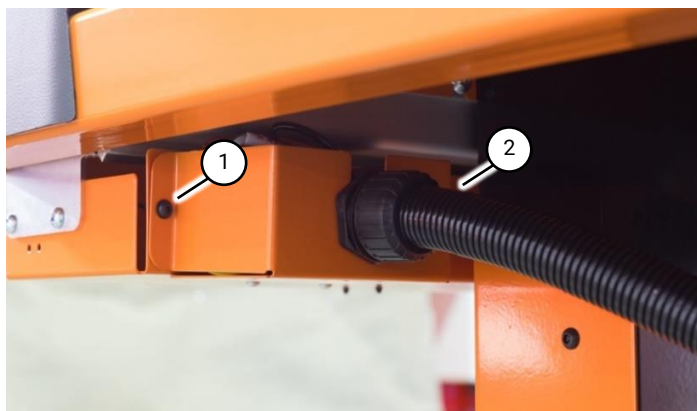

Fig 19 Fixation du couvercle du fil
2. Fixez le couvercle du fil avec les vis fournies dans le kit de fixation (Fig 19 (1) et (2)).